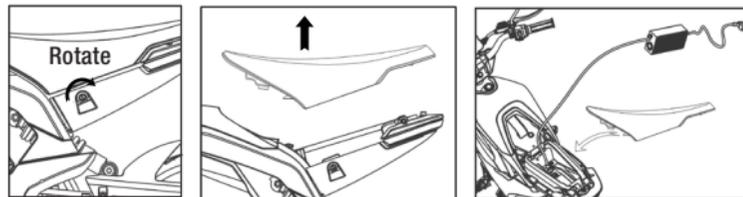

Figure 1
1. Charger la batterie sans démontage (figure 1)
- ① Déverrouiller le siège ;
- ② Retirer le siège ;
③ Brancher le chargeur sur la prise murale – brancher le chargeur au véhicule - remettre le siège en place.